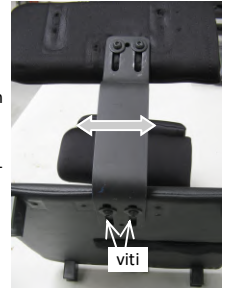

fig. 18.2: Regolazione staffa
A) spostamento della staffa del contenitore lungo il sedile (fig. 18.2)